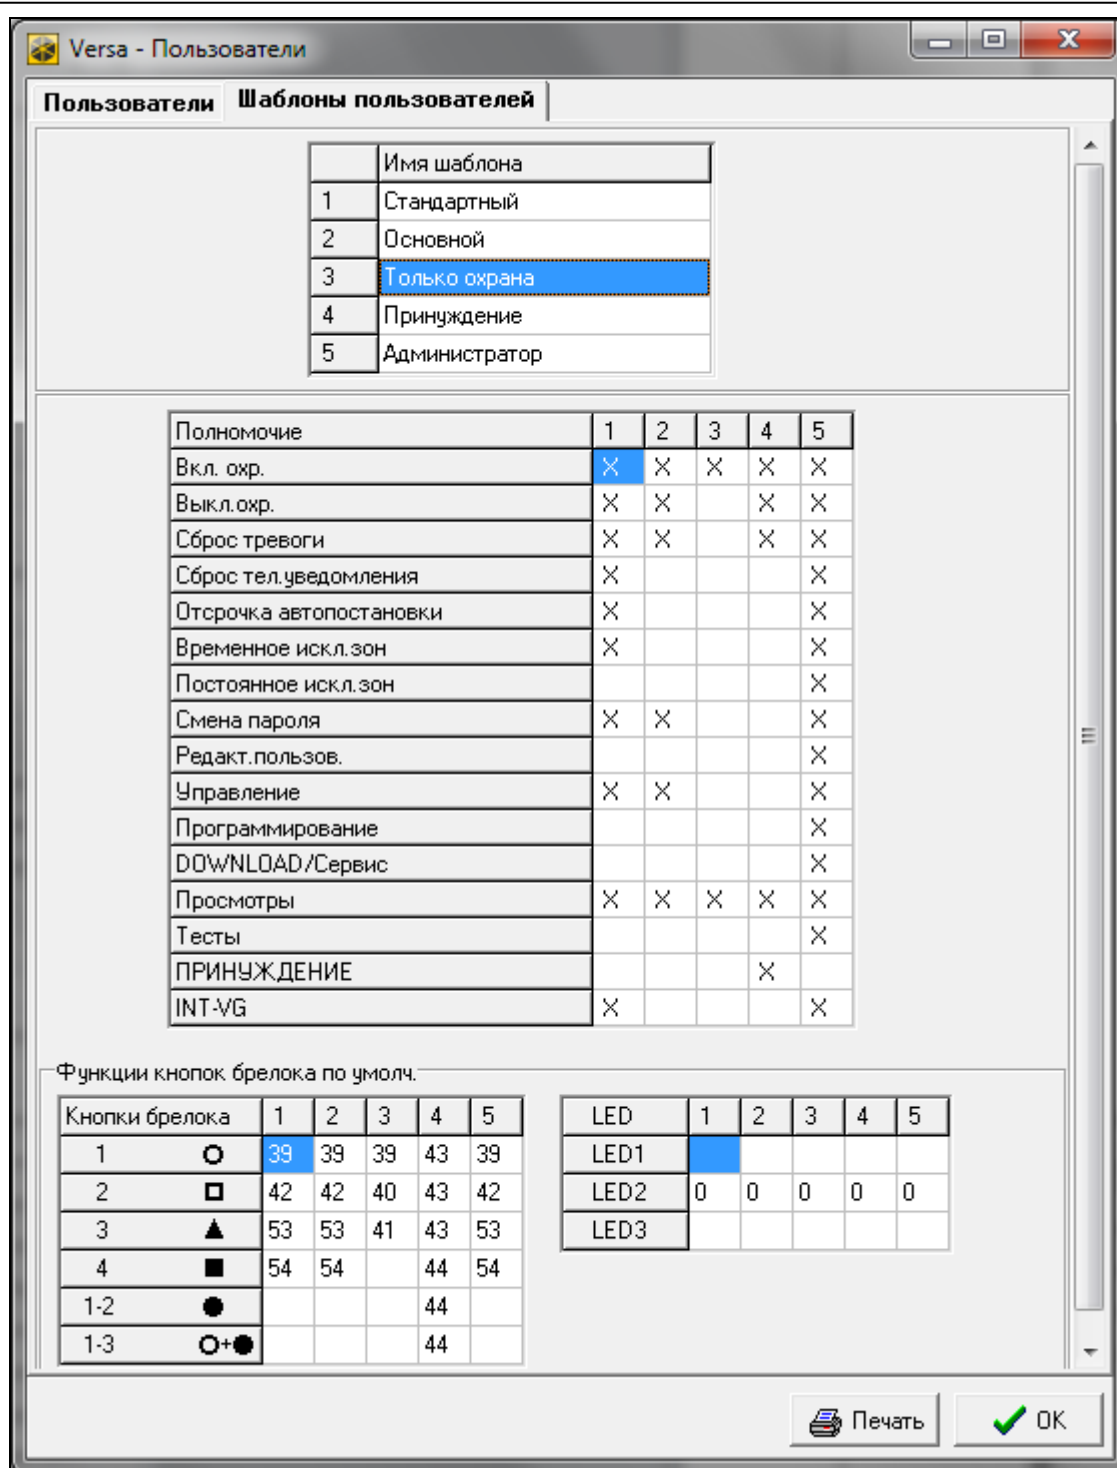

Рис. 31. Программа DLOADX: закладка «Шаблоны пользователей» в окне «Versa – Пользователи».
- программы DLOADX: окно «Versa – Пользователи» → закладка «Шаблоны пользователей» (рис. 31).